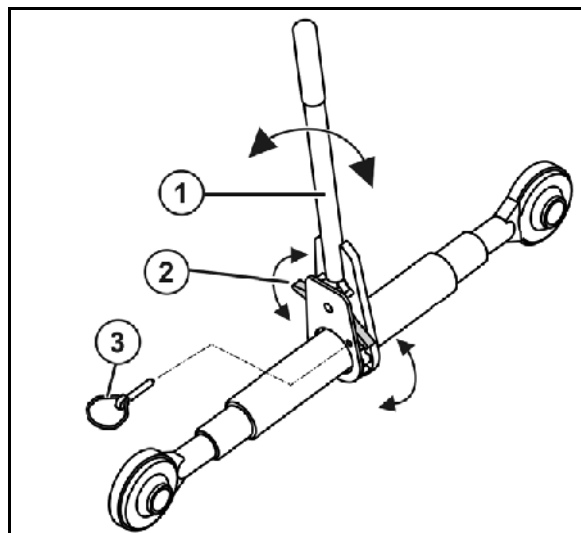

Bild 36
1. Ta bort spärren (Bild 36/3).
2. Lås svängspaken (Bild 36/2) i önskad vridriktning.
3. Förkorta / förlänga spindeln genom handspaken (Bild 36/1).
4. Säkra inställningen med spärren (Bild 36/3).